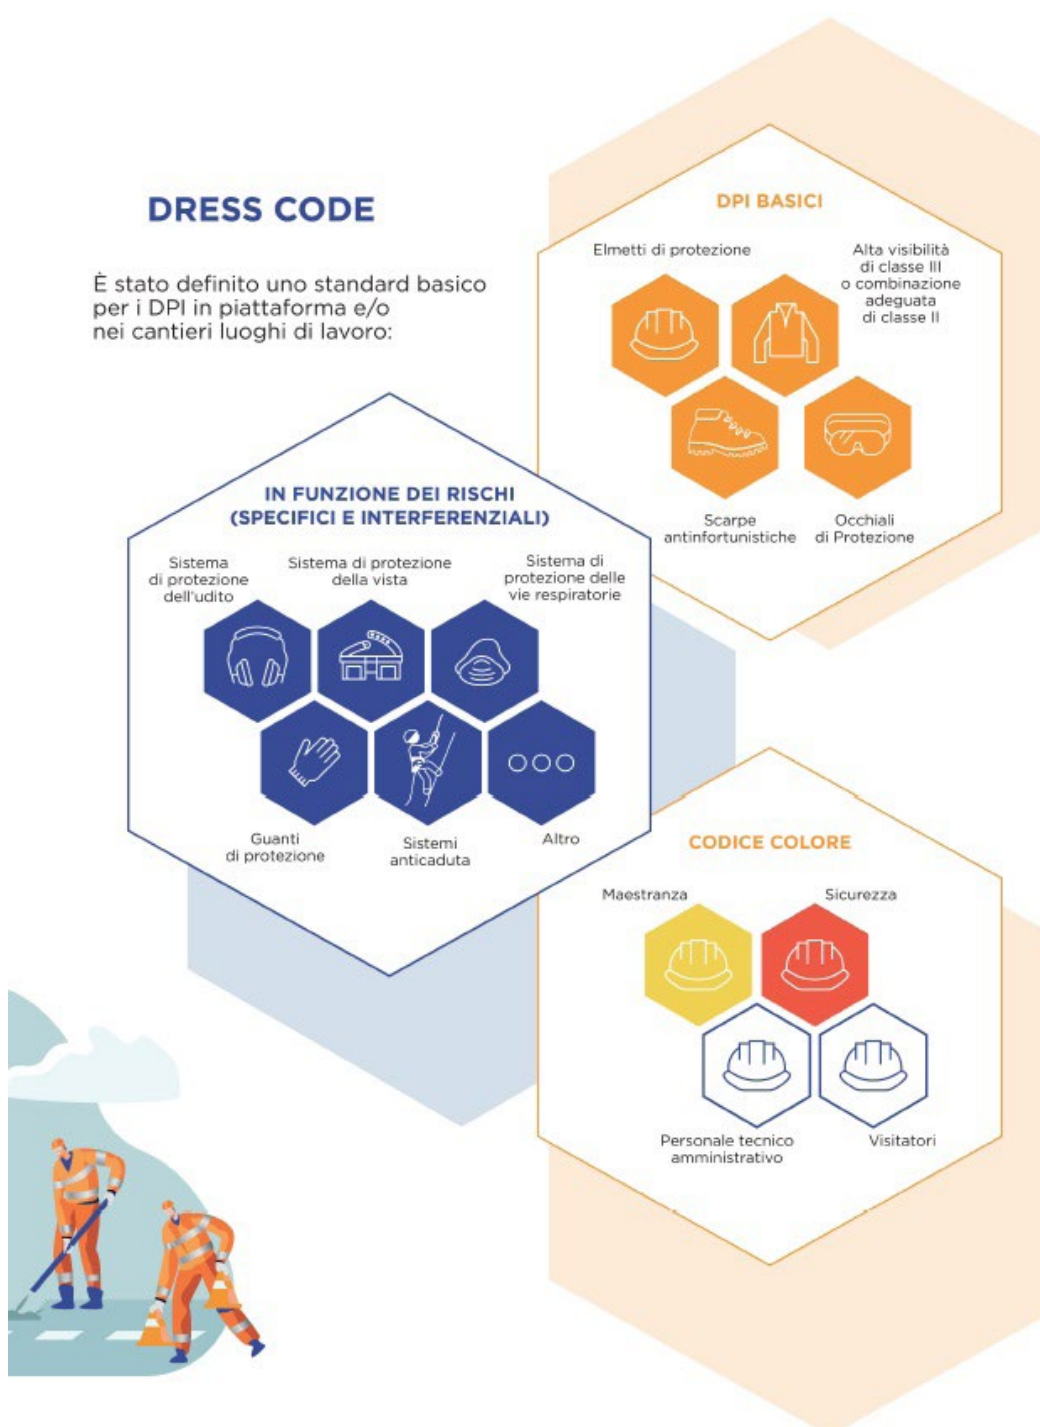

Figura 3. Esempio di dress code (Fonte ASPI)
- Elmetto di protezione con allaccio sottogola e rispetto del codice colore (come, per esempio, da figura 3);